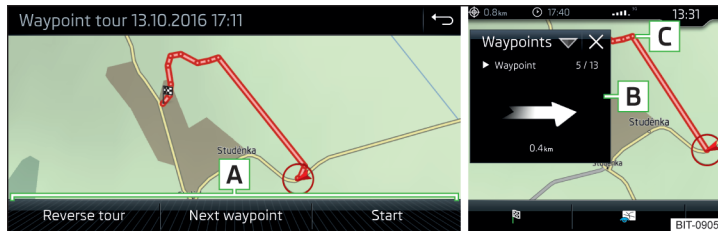

Abb. 249 Anzeige einer Wegpunkt-tour / Abfahren einer Wegpunkt-tour
- › Eines der folgenden Menüs auswählen **A** » Abb. 249.
Während des Abfahrens einer Wegpunkt-tour erfolgt im Zusatzfenster **Wegpunkte** die Anzeige der Richtung sowie des Abstands zum nächsten Wegpunkt, der fortlaufenden Nummer des nächsten Wegpunktes sowie der Gesamtzahl der Wegpunkte **B** » Abb. 249.
Die Wegpunkt-tour von der Fahrzeugposition zum nächsten Wegpunkt „nimmt“ während der Fahrt sukzessive „ab“ **C** » Abb. 249.
- > Anzeige der Wegpunkt-tour » Abb. 249 auf Seite 209